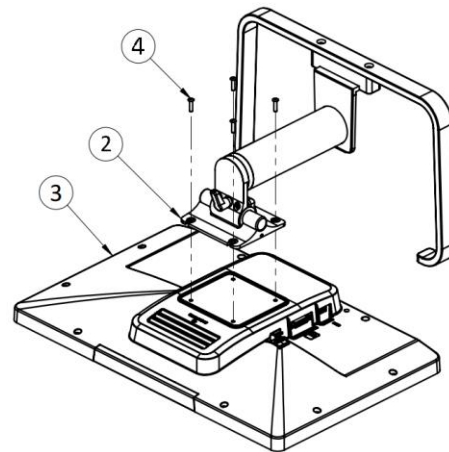

Fig. 3-5 Ajuste del monitor.
Luego, tomar el monitor (3) en posición horizontal, colocar el módulo (2) sobre el monitor apoyando su cara de fijación VESA en el rebaje correspondiente. El aro del módulo (2) debe estar orientado hacia la cara inferior del monitor (3). Fijar con cuatro tornillos (4). Ajustar manualmente hasta dejar fijo (Fig. 3-5).